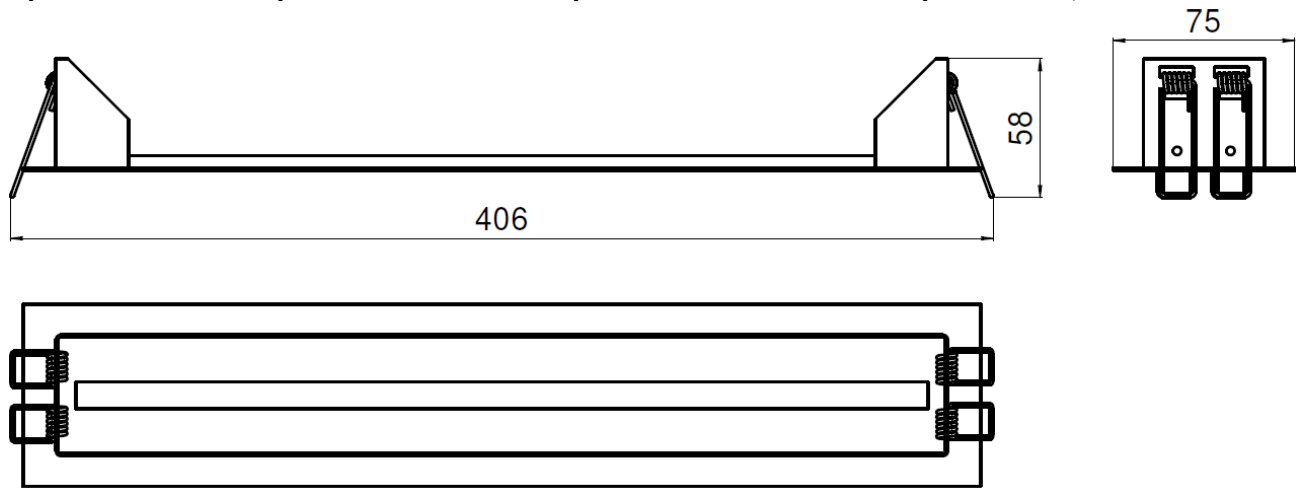

Рис. 1 - Габаритные и монтажные чертежи боксов потолочных серии BS-BP-9, BS-BP-10.
2.3. Габаритные и монтажные чертежи боксов потолочных представлены в приложении №2, рис. 1 и 2;